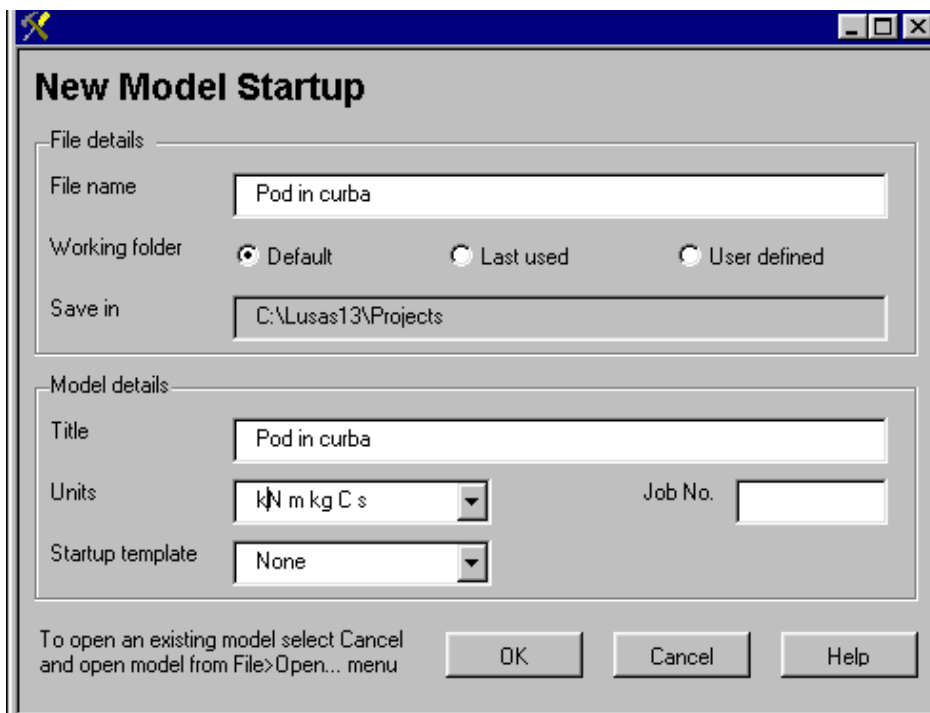

Fig. 2
- odată apelată preprocesarea, pe ecranul calculatorului va apare o casetă de dialog (fig. 2) în care se completează următoarele: